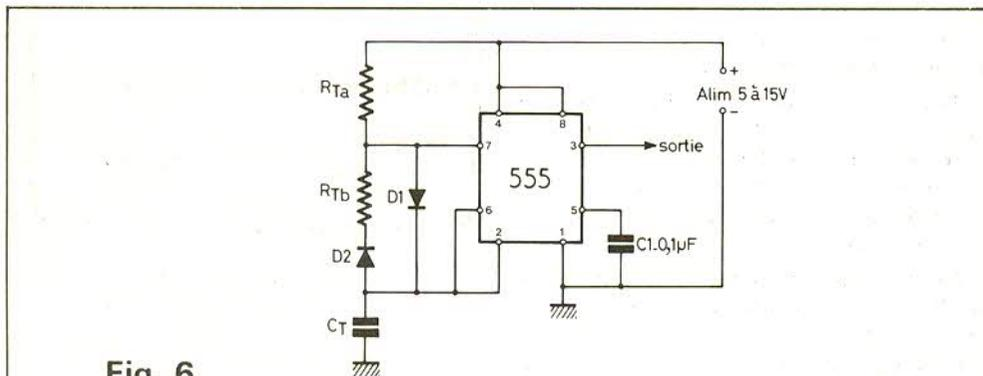

Fig. 6
Le montage de la figure 6 ne nécessite qu'un seul circuit intégré 555. Il peut fournir des signaux rectangulaires à périodes partielles inégales  $T_2$  et  $T_3$  dont la somme  $T$  est l'inverse de la fréquence  $f$ .
Remarquons que cette tension peut être prélevée aisément car elle est obtenue entre la masse et la réunion des points 2 et 6. Le schéma de la figure 6 ressemble au schéma classique d'un multivibrateur astable à CI 555 mais on y trouve en plus les deux diodes  $D_1$  et  $D_2$ . Ce montage convient lorsque le rapport cyclique est inférieur à 50 %. La diode  $D_1$  est connectée entre les points (7) et 6 + 2. Dans ces conditions  $C_T$  ne se charge que par l'intermédiaire de  $R_{Ta}$  car  $R_{Tb}$  est court-circuitée par la diode, celle-ci étant conductrice durant le cycle de charge. De
En partant du montage de la **figure 6** on pourra aussi rendre les deux résistances  $R_{Ta}$  et  $R_{Tb}$  variables. Dans ce cas on pourra modifier à volonté la fréquence et le rapport cyclique. On voit que l'oscillateur proposé permet de nombreuses expériences et ouvre à l'utilisateur la possibilité de l'essayer dans diverses applications, en mesures, musique électronique, essais de condensateurs, démonstrations à l'oscilloscope, etc.